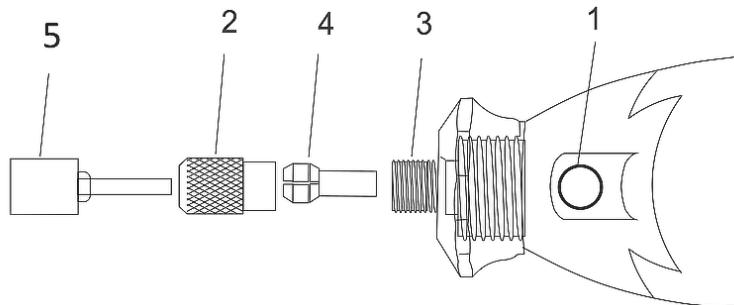

Рис. 2
1. Удерживая нажатой кнопку блокировки шпинделя (1), (рис. 2) открутите против часовой стрелки ключом гайку цанги (2) (рис. 2).
2. Установите нужную цангу (4) (рис. 2) и, не отпуская кнопку блокировки шпинделя (1) (рис. 2) затяните гайку цанги по часовой стрелке.
1.Удерживая нажатой кнопку блокировки шпинделя (1), (рис. 2) ослабьте против часовой стрелки ключом гайку цанги (2) (рис. 2).
2 Установите в цанговый зажим необходимую оснастку (5) (рис. 2) и, не отпуская кнопку блокировки шпинделя (1) (рис. 2) затяните гайку цанги по часовой стрелке.